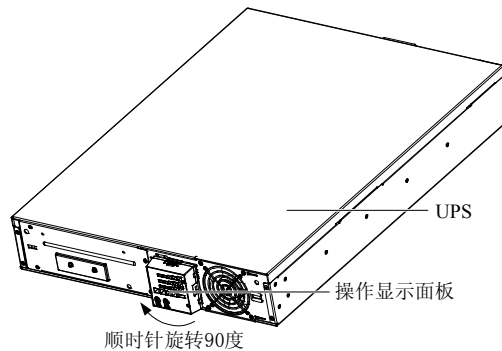

图2-4 旋转操作显示面板
2. 将操作显示面板轻轻拉出，顺时针旋转 90 度然后按回原位，如图 2-4 所示。